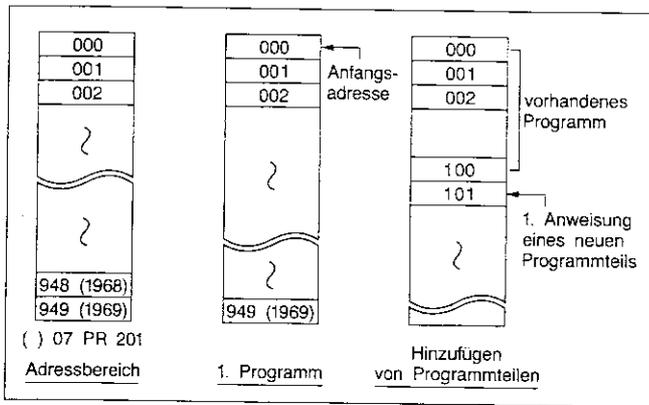

Bild 14.11
- Programmteile, die hinzugefügt werden, beginnen immer an der ersten freien Adresse des Anwenderprogrammspeichers (s. Bild 14.11).